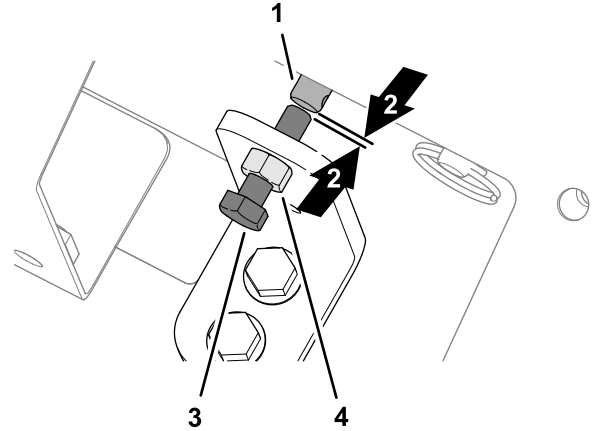

图 34
1. 松开手动超控支架上的锁紧螺母图 34。
2. 逆时针旋转用作阀超控装置的六角头螺丝直至您看到螺丝末端与输送带速度螺线管阀杆之间有一个小间隙图 34。
3. 拧紧锁紧螺母图 34。